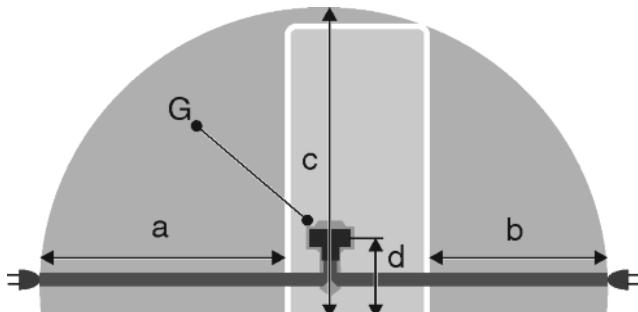

Fig. 25
- Utičnica se nalazi izvan područja bočne strane uređaja u navedenom području Fig. 25 (a, b, c).
- Utikač uređaja Fig. 25 (G) utaknite na stražnju stranu uređaja. Pripazite da ispravno uskoči.